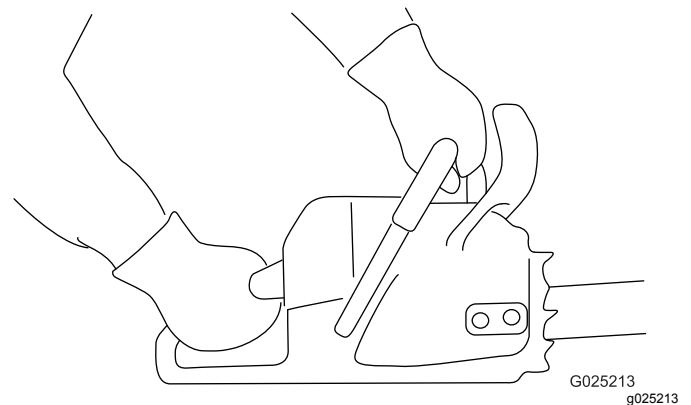

Figure 11
- Tenez fermement la tronçonneuse à 2 mains, la main gauche sur la poignée avant et la main droite sur la poignée arrière, comme montré à la Figure 11.
1. Tenez fermement la tronçonneuse comme montré à la Figure 11.
3. Tenez fermement la tronçonneuse comme montré (Figure 11).